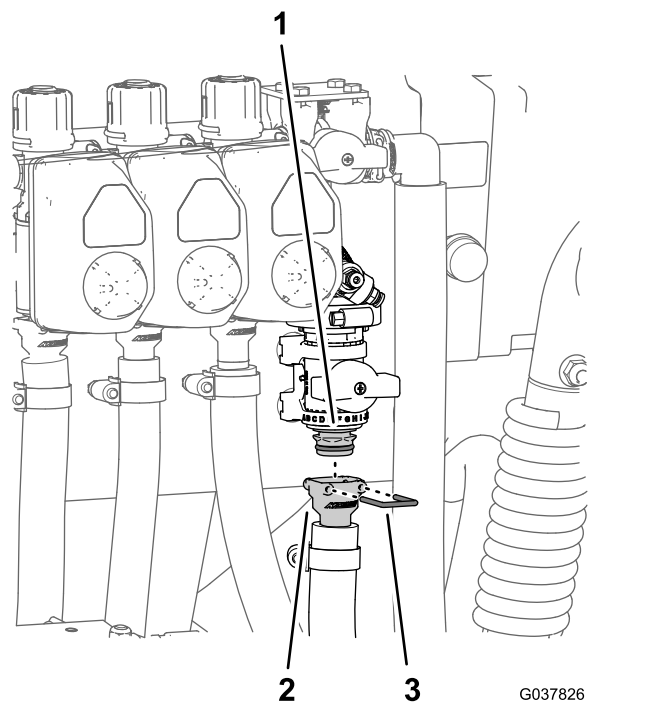

Рисунок 98
2. Установите прямой штуцер типа «елочка» шланга на быстроразъемный штуцер фланцевого отсечного клапана (Рисунок 98).
3. Закрепите прямой штуцер типа «елочка» и быстроразъемный штуцер с помощью держателя, поставляемого вместе с быстроразъемным штуцером шланга (Рисунок 98).